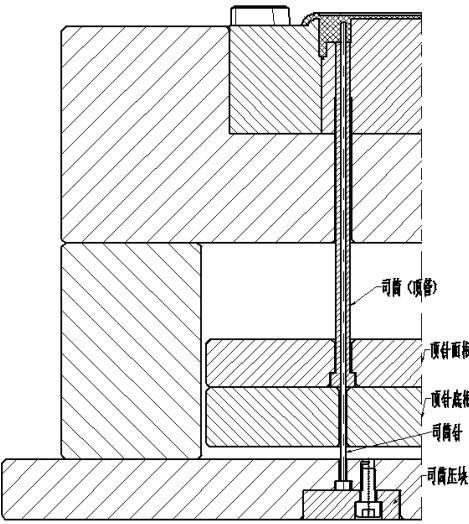
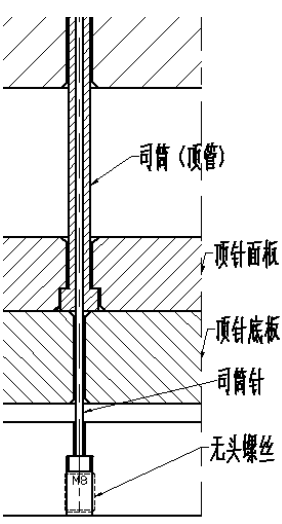

图 7-6 司筒装配
图 7-7 无头螺丝锁紧
- 3) 司筒针底部的固定，常采用以下无头螺丝（图 7-7）与压块固定（图 7-6）两种结构：